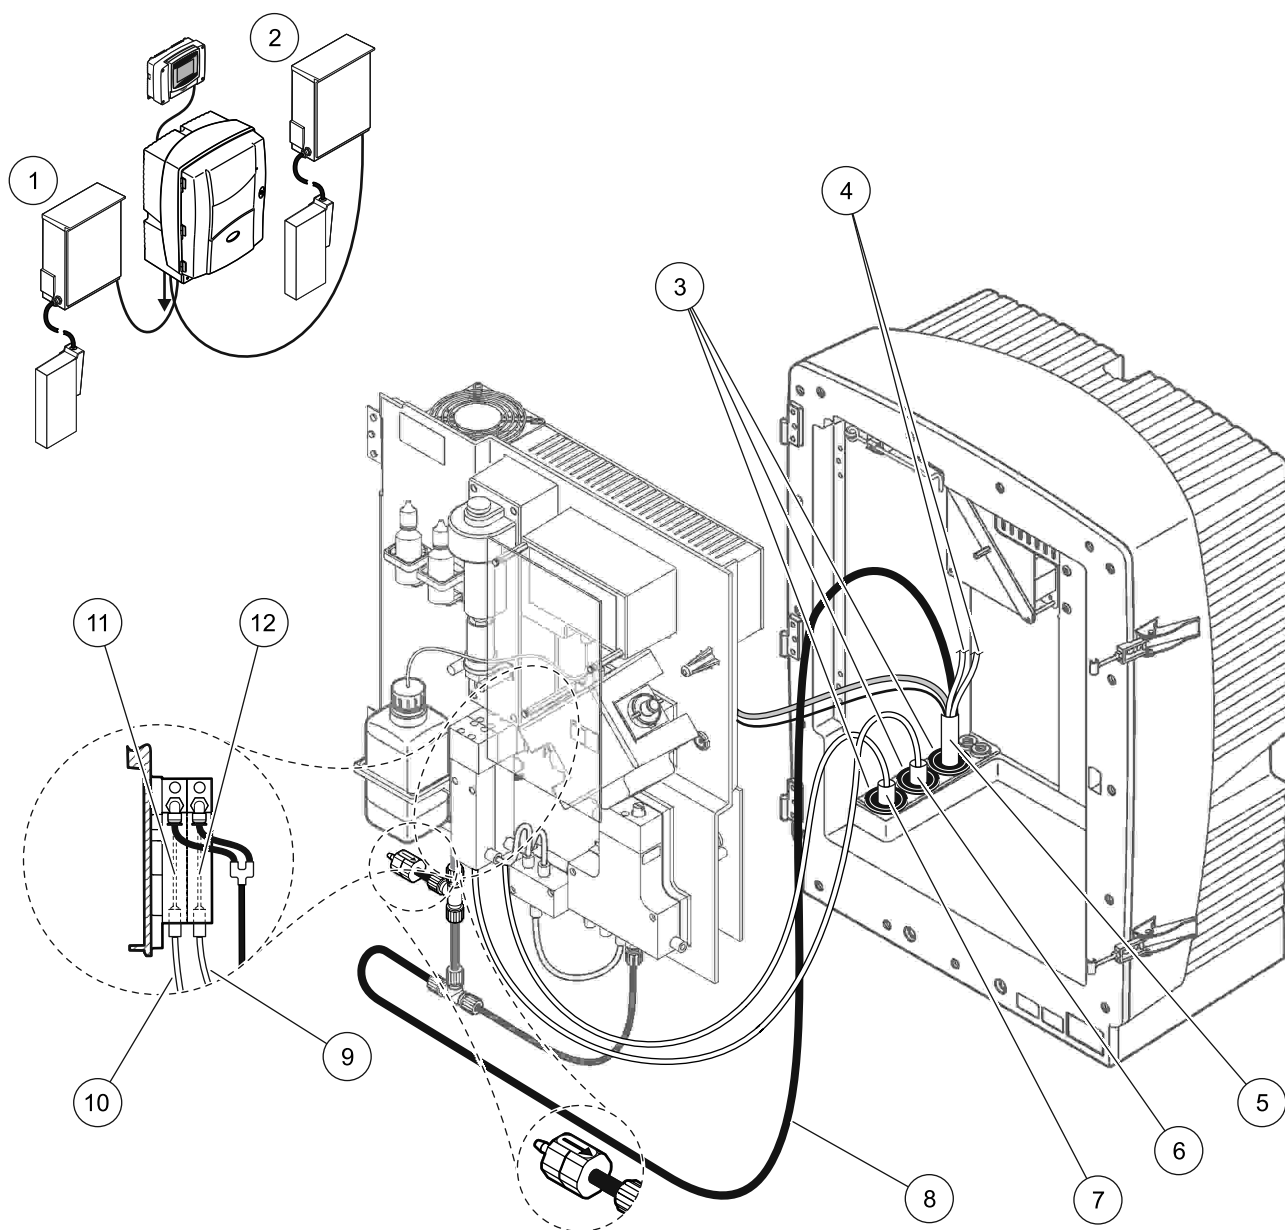

Figure 33 Configuration d'option 5
Voir Figure 33 à la page 92 et les instructions ci-dessous pour l'option 5:
2. Faites passer le tuyau chauffé du FILTRAX 1 par l'ouverture de l'analyseur (Figure 33 à la page 92, élément 7). Utilisez le bouchon d'obturation No. 1 pour fixer le tout.